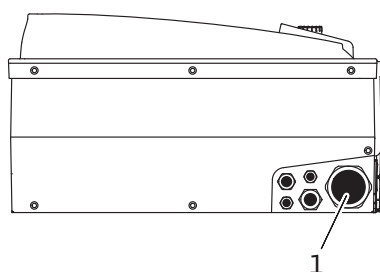

Fig. 22: Presetupă pentru cablu M40
- Cablul de alimentare electrică trebuie introdus prin presetupa pentru cablu M40 (Fig. 22, poz. 1).